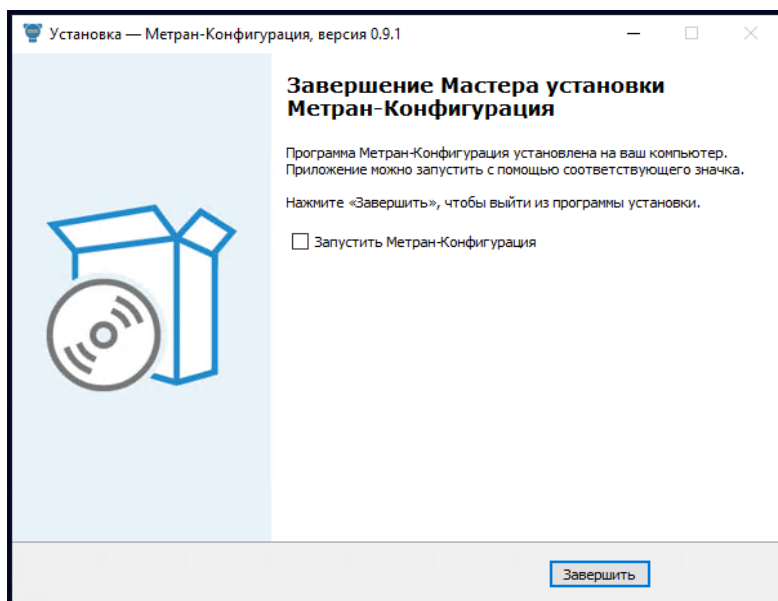

Рис. 8 Окно установщика с сообщением о завершении процесса установки ПО
7. По окончании распаковки файлов появится окно *Завершение Мастера установки Метран-Конфигурация* (рис. 8).